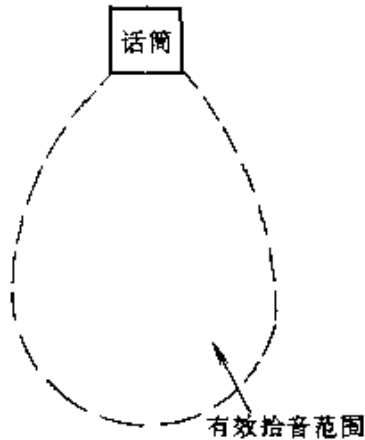

图 2-130
② 单向指向性话筒其正面的灵敏度明显高于背面和侧面,有效拾音范围在话筒的前方,如图 2-130 所示。根据指向特性曲线的形状,单向指向性话筒又可分为心形、超心形、超指向等。